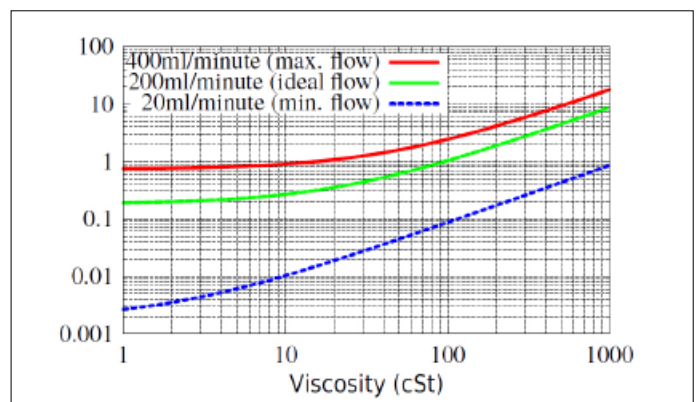

Figure 5.11
Le débit est entièrement généré par la pression différentielle entre les extrémités des flexibles utilisés pour raccorder le compteur ICM 2.0. Cette pression différentielle nécessaire pour générer un débit à l'intérieur de la plage requise peut être définie, en supposant un débit "objectif" et en déterminant la perte de charge qui en résulte au travers du compteur ICM 2.0, en fonction des flexibles utilisés. Se référer à la Figure 5.11 en page 33 pour consulter la perte de charge dans le compteur ICM 2.0, et aux données des fabricants pour rechercher la perte de charge dans la tuyauterie au débit désiré. La somme de ces deux pressions donnera alors la pression différentielle nécessaire.
- Utilisez la figure 5.11 pour rechercher la perte de charge au travers du compteur ICM 2.0, avec ce débit et cette viscosité. Par exemple avec une viscosité de 30 cSt et un débit 200 ml/minute, ceci donne 0,4 bar. Pour cette même viscosité, les pressions maximum et minimum peuvent également être déterminées en utilisant respectivement les courbes de débit 400 ml/min et 20 ml/min.